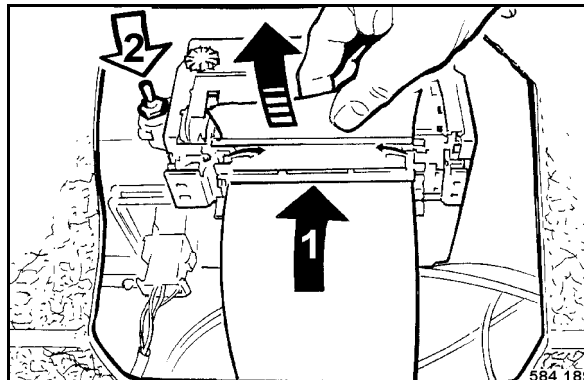

Fig. 106
- Installer un rouleau de papier neuf (Fig. 106).
- Introduire le papier dans la prise (1) de l'imprimante.
- Actionner la touche à bascule (2) dans le sens de la flèche jusqu'à ce que le papier apparaisse à la sortie de l'imprimante.